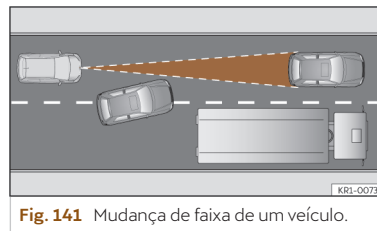

Fig. 141 Mudança de faixa de um veículo.
- Veículos que mudem para a faixa na qual circula a pouca distância do veículo >>> **Fig. 141.**